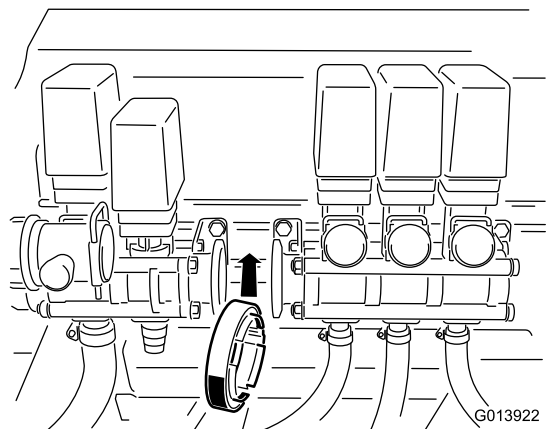

Figura 8
20. Deslice hacia atrás el conjunto de válvulas de los brazos, hacia la nueva válvula del eyector, hasta que los dos adaptadores están enrasados entre sí con la junta entre ellos (Figura 8).